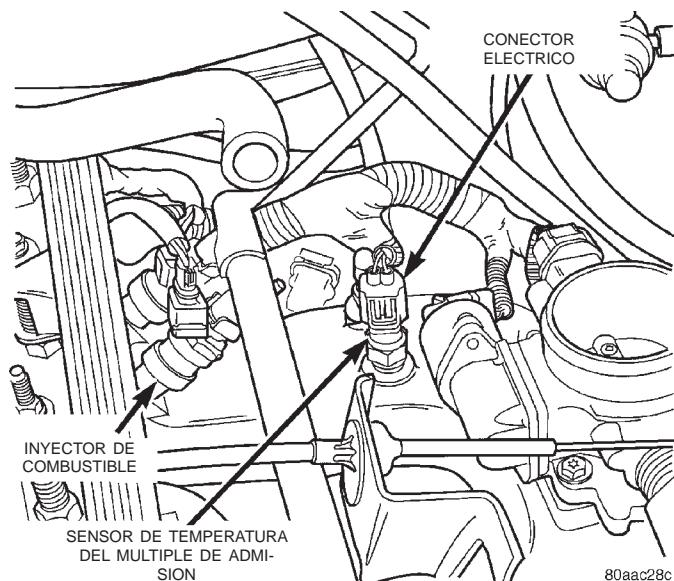
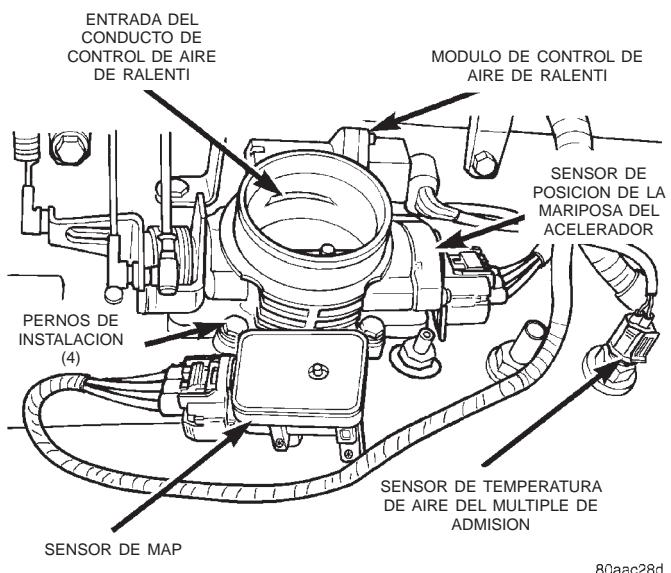
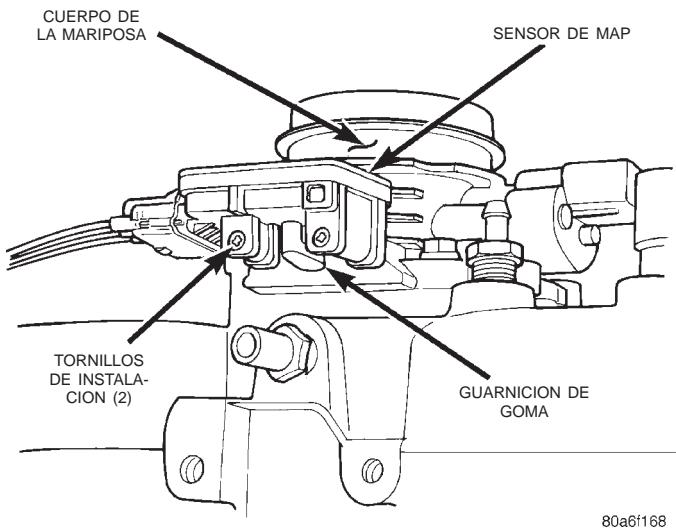

Fig. 21 Localización del sensor de temperatura de aire del múltiple de admisión—Motor 2.5L
Fig. 22 Localizaciones de sensores—Motor 4.0L
Fig. 23 Guarnición de goma en forma de L—Del sensor de MAP al cuerpo de mariposa
(6) Verifique que el cable de salida del generador, el conector del generador y el cable de masa estén firmemente conectados al generador.
(7) Inspeccione las masas de carrocería del sistema para determinar si existen conexiones flojas o sucias. Para informarse sobre localizaciones de masas, consulte el grupo 8W, Diagramas de cableado.
(8) Verifique el funcionamiento de la ventilación del cárter (CCV). Para obtener información adicional, consulte el grupo 25, Sistemas de control de emisiones.
(9) Inspeccione las conexiones de racor de conexión rápida del tubo de combustible al tubo distribuidor.
(10) Verifique que todas las conexiones de las mangueras a todos los orificios de racores de vacío del múltiple de admisión estén apretadas y no presenten fugas.
(11) Inspeccione el cable del acelerador, el cable de la mariposa de la transmisión (si está instalado) y las conexiones del cable del control de crucero (si está instalado). Compruebe que las conexiones de estos cables al brazo de la mariposa del cuerpo de mariposa no estén atascadas u obstruidas.
(12) Si el vehículo está equipado con reforzador de vacío del freno, verifique que la manguera del reforzador de vacío esté firmemente conectada a la conexión en el múltiple de admisión. Compruebe también la conexión al reforzador de vacío del freno.
(13) Inspeccione la entrada del depurador de aire y del elemento filtrante del depurador para determinar si están sucios u obstruidos.
(14) Inspeccione la zona de la rejilla del radiador, las aletas del radiador y el condensador del aire acondicionado para determinar si existen obstrucciones.
(15) Verifique que el conector del cable del sensor de temperatura de aire del múltiple de admisión esté firmemente conectado al conector del mazo (Fig. 21) o (Fig. 22).
(16) Verifique que el conector eléctrico del sensor de MAP esté firmemente conectado a dicho sensor (Fig. 22). Verifique también que la guarnición de goma en forma de L del sensor de MAP al cuerpo de la mariposa esté firmemente conectada (Fig. 23).
(17) Verifique que los conectores de mazo de cables de los inyectores de combustible estén firmemente conectados a los inyectores en el orden correcto. Cada conector de mazo cuenta con una etiqueta numerada con el número de inyector (INJ 1, INJ 2, etc.) de su inyector y cilindro correspondiente.
(18) Verifique que los conectores de mazo estén firmemente conectados al motor de control de aire de
ralentí (IAC) y al sensor de posición de la mariposa del acelerador (TPS) (Fig. 22).